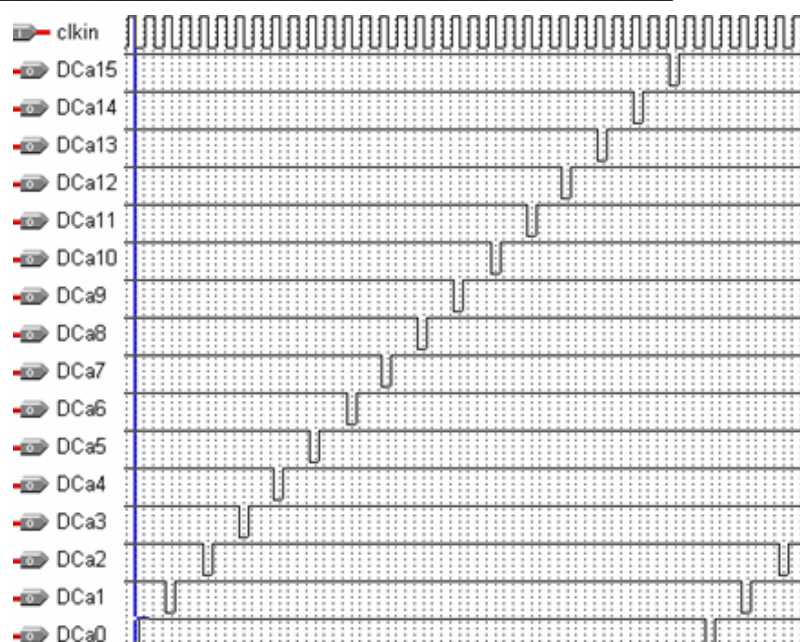

Рис. 9. Вид выходного опорного синхросигнала
2.2. Спроектировать и промоделировать блок, на вход которого поступает синхросигнал **clk** с частотой, заданной по варианту, а на выходе формируется 16-разрядный сигнал, представляющий собой 16 опорных синхроимпульсов **DCa** (рис.9). Сигнал должен представлять собой 16 разрядную шину. Форма синхроимпульсов представлена на рис 9. Вариант делителя частоты **clk** для получения сигнала с частотой **clkin** указан в таблице вариантов.